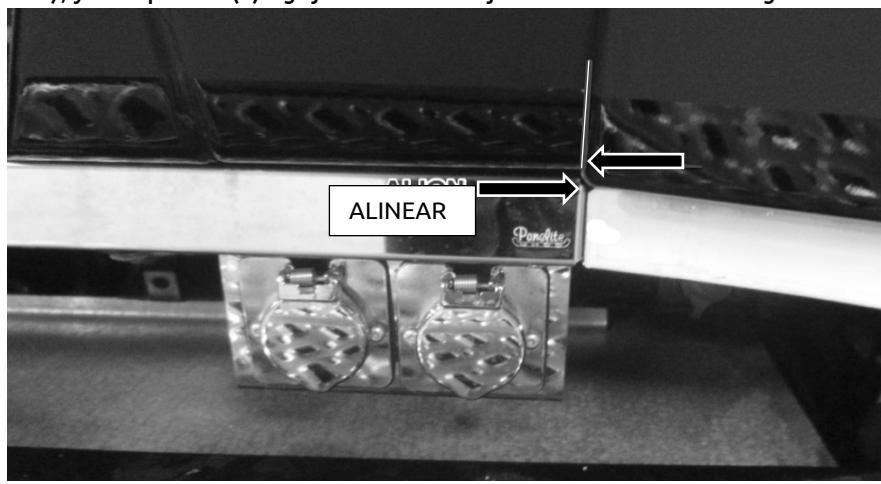

Figura 2
3. Coloque el panel cabina en posición sobre el vehículo (alinee la espalda del panel con la linea del cuerpo del vehículo del panel transición – ver figura 2), y marque los (3) agujeros de montaje con un marcador o algún otro método.